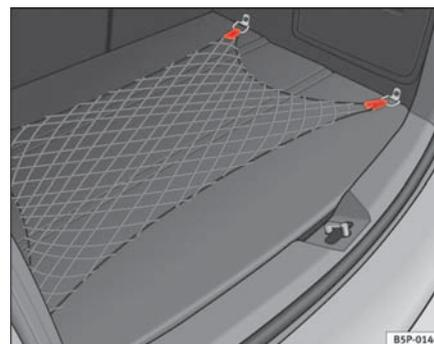

Fig. 105 Filet de rangement du coffre à bagages
- Utilisez les anneaux d'amarrage existants sur les côtés du coffre à bagages pour fixer le filet de rangement ⇒ fig. 105.